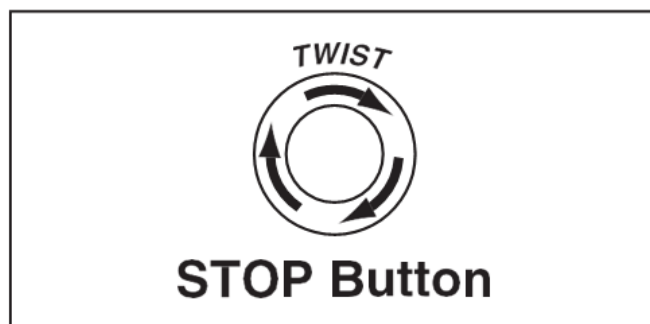

Рисунок 15. Сброс настроек.
5. Поверните кнопку "СТОП" по часовой стрелке до тех пор, пока она не выскочит (см. рис. 15). Это сбросит переключатель, чтобы машина могла запуститься.